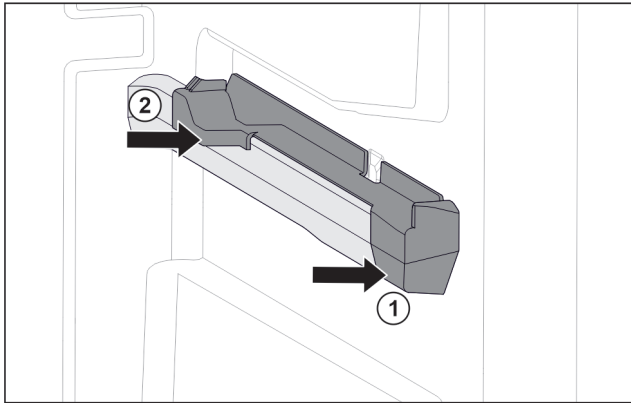

Fig. 123 右侧容器肋梁上的插装件
- ▶ 将插装件前部放到容器肋梁上。 Fig. 123 (1)
- ▶ 压紧插装件后部。 Fig. 123 (2)